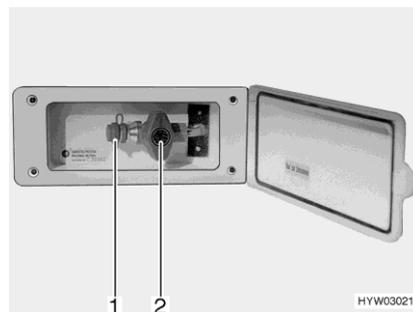

Bild 100 Externer Gasanschluss
- Externes Gasgerät an der Anschluss-Stelle (Bild 100,1) anschließen.
- Das Gasabsperrentil (Bild 100,2) öffnen.